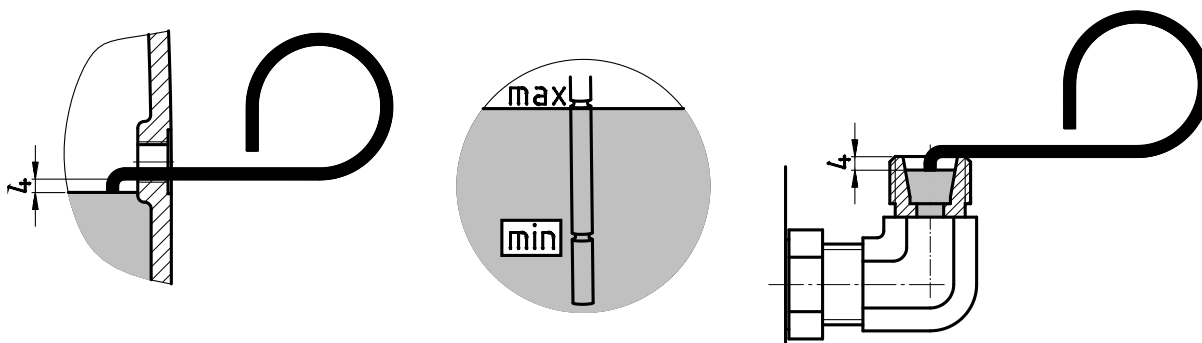

Рисунок 27: Проверка уровня масла с помощью масломерного щупа
1. Стандартный цилиндрический редуктор в конструктивном исполнении M4 (V1 и V5) снабжен угловой трубкой для проверки уровня масла, см. Рисунок 27 (справа), которая должна быть направлена вертикально вверх. Перед проверкой уровня масла необходимо выкрутить клапан для сброса давления.
3. Проверить уровень масла в редукторе с помощью прилагаемого масломерного щупа (деталь № 283 0050), см. Рисунок 27 (слева и справа). Погружаемую в масло часть масломерного щупа следует при этом держать вертикально.
Уровень масла в маслоизмерительном бачке проверяется с помощью резьбовой пробки с масломерным щупом (резьба G1¼). Уровень масла должен находиться между нижней и верхней отметкой полностью вкрученного измерительного щупа, см. Рисунок 27 (посередине). Разрешается эксплуатировать указанные редукторы в исполнениях, перечисленных в разделе 6.1 "Конструктивные исполнения и монтажные положения".